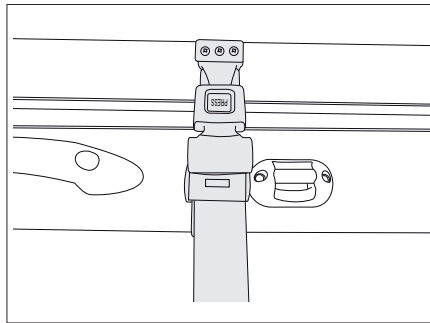

Bild 166 Säkerhetsrem höjbar säng, manuell
- Lossa säkerhetsremmen (Bild 166).
- Fäst säkerhetsremmen (Bild 166).